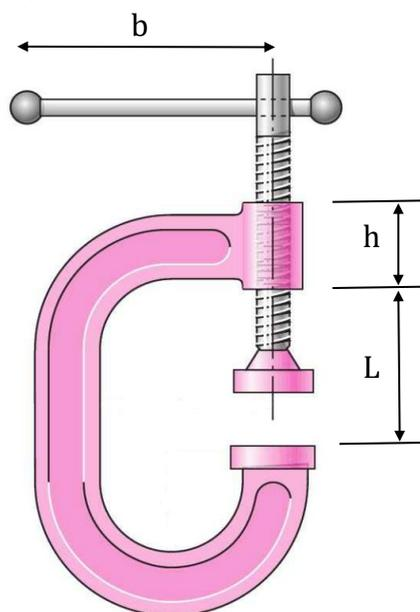

Figura 1.1
1.1.1 A Figura 1.1 representa um grampo de aperto. O parafuso é em aço DIN St-60. O parafuso tem rosca trapezoidal de uma entrada, segundo a norma DIN 103. O esforço máximo exercido na alavanca ($b = 300\text{mm}$) é de 25 kg. Considerando que o coeficiente de segurança é 2, o coeficiente de atrito entre o parafuso e a porca é 0,1, $L = 250\text{mm}$ e $E = 210\text{GPa}$ determine: